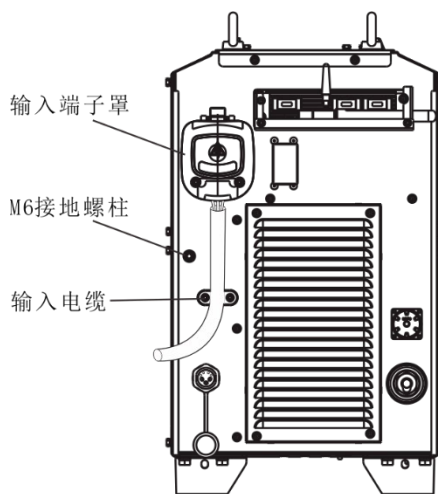

图2-11 电源输入侧连接示意图
4. 将输入电缆的另一侧连接到配电箱开关的输出端子上，则电缆连接完毕。如图 2-11 所示。